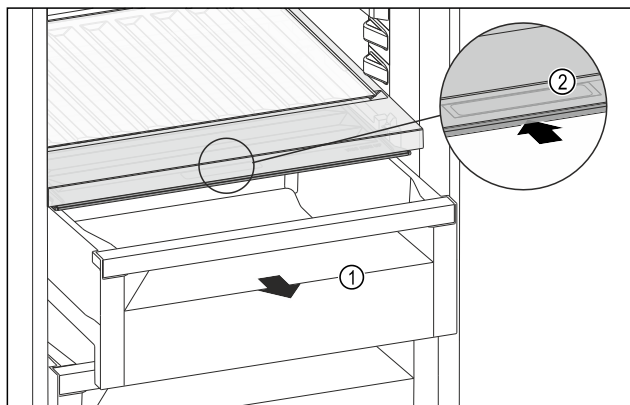

Fig. 187
- Estrarre il cassetto Fig. 187 (1).
- Afferrare la maniglia incassata Fig. 187 (2) sul coperchio dello scomparto e spingere allo stesso tempo all'indietro il coperchio dello scomparto.